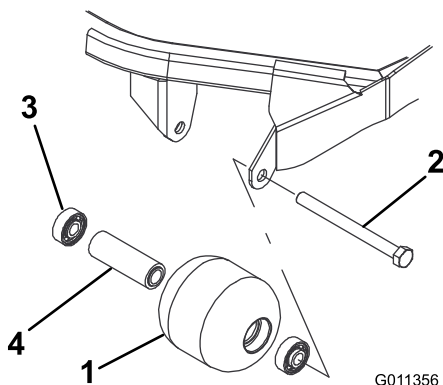

Figura 94
1. Rimuovete il bullone di montaggio del rullo (Figura 94).
distanziale del cuscinetto del rullo (Figura 94). Sostituite tutti i componenti danneggiati e procedete con il loro montaggio.
1. Montate il primo cuscinetto premendolo nell'alloggiamento all'interno del rullo (Figura 94). Premete soltanto sulla pista esterna o, in misura uguale, sulla pista interna ed esterna.
2. Inserite il distanziale (Figura 94).
3. Montate il secondo cuscinetto premendolo nell'alloggiamento all'interno del rullo (Figura 94). Premete in misura uguale sulla pista interna ed esterna, fino a quando la pista interna non tocca il distanziale.